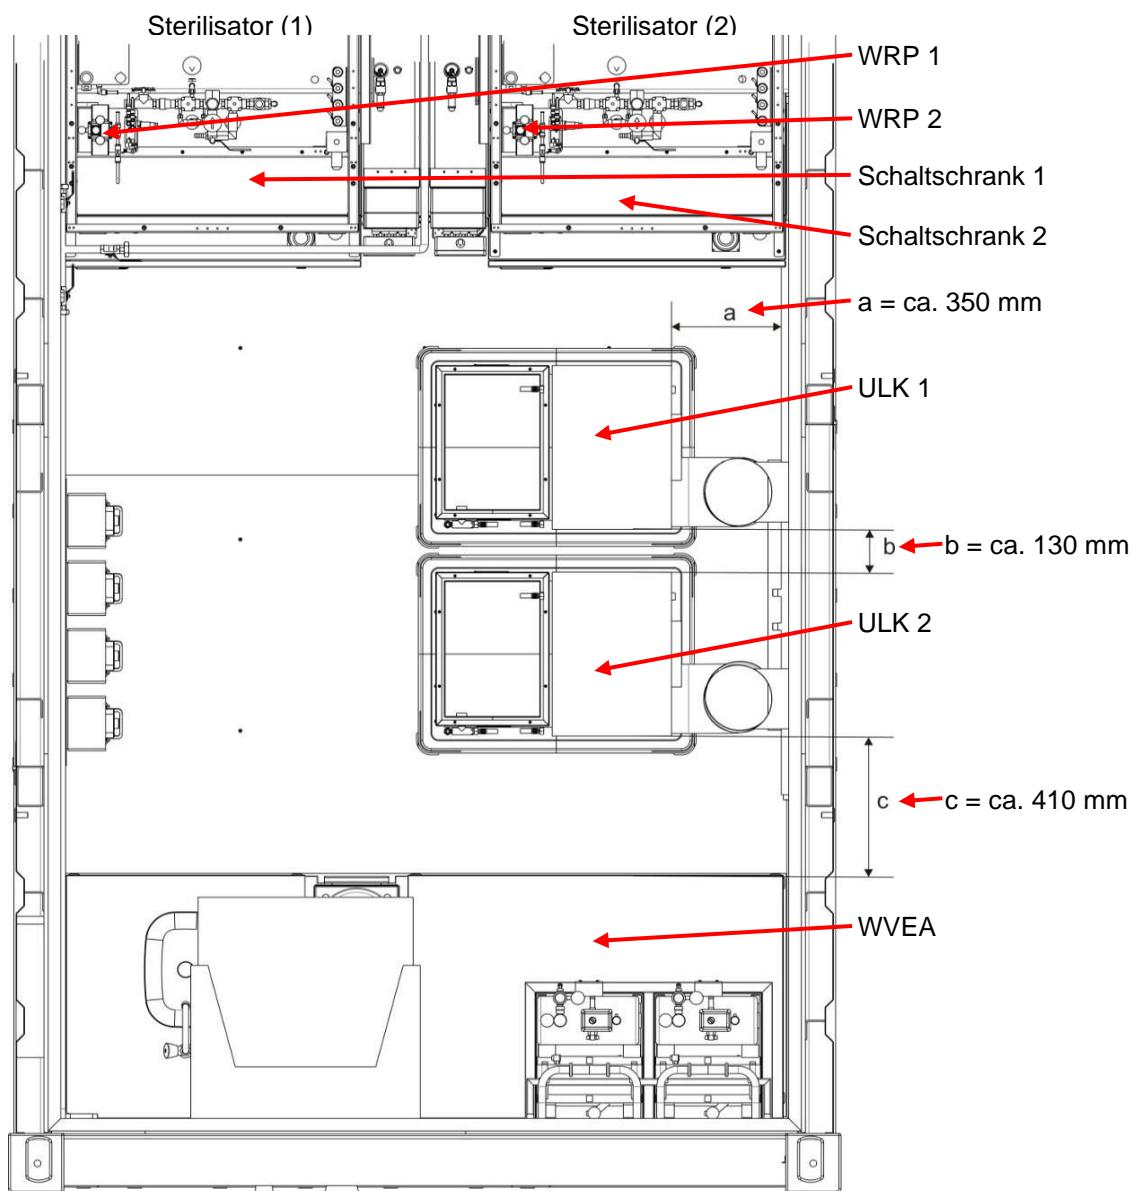

Abb. 2: Aufstellplan mit Maßen
Im Sterilisationsmodul EinsLaz werden zwei Umlaufkühler 2000/20 aufgestellt und an jeweils einen Sterilisator VARIOKLAV® ECO 300 HC angeschlossen (siehe Abb. 2:).
- ◆ Positionieren Sie zunächst den ULK 2, dann den ULK 1 gemäß Aufstellplan Abb. 2: Die Maße beziehen sich jeweils auf das Gehäuse des Umlaufkühlers und nicht auf den Boden des Haubenbehälters.